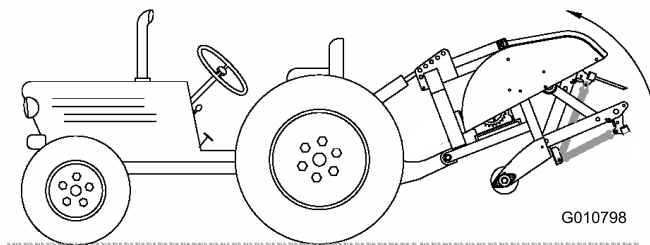

Figure 11
2. Levez complètement l'aérateur et rétractez complètement le vérin du bras d'attelage hydraulique supérieur de l'aérateur ou le bras supérieur du groupe de déplacement (Figure 11).